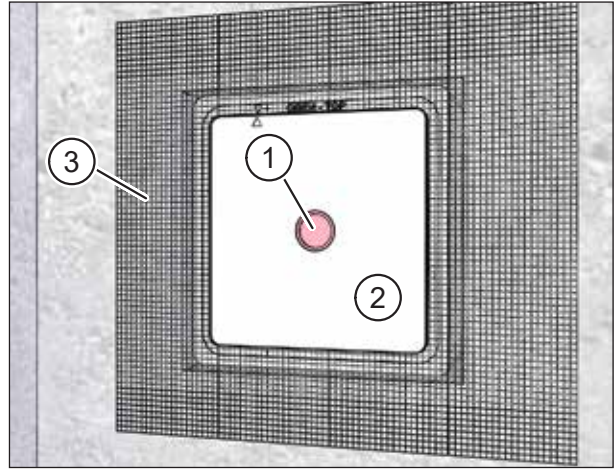

Fig. 19 : Enduire le kit de montage à l'intérieur
- ▶ Veillez à ce que le couvercle de signalisation (pos. 1 dans Fig. 19) soit bien calé dans le couvercle de protection de l'enduit (pos. 2 dans Fig. 19).
- ▶ Posez le treillis d'armature M-WRG-PG (pos. 3 dans Fig. 19) sur le kit de montage et le mur massif.